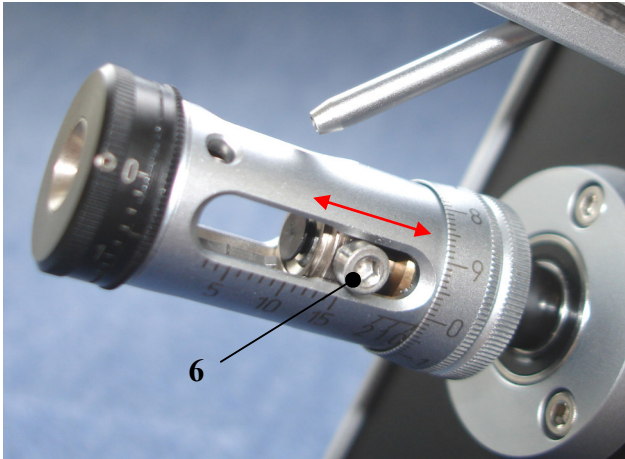

Abbildung 9
- Grosse Inbusschraube **(6)** mehrmals hin und her schieben. Dies bewirkt ein Öffnen und Schliessen der Messer, bei diesem Vorgang fügen sich die Abisoliermesser in die Laufbahn der Führungsplatte ein Abbildung 9.